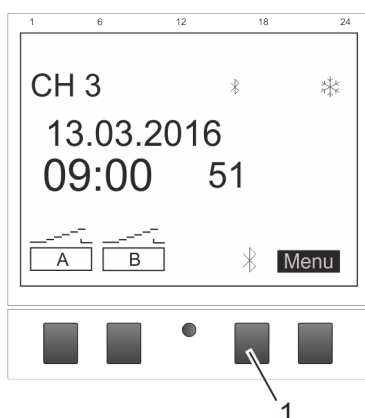

Abb. 8: Bluetooth-Verbindung an der Kanalerweiterung herstellen
2. Die Bluetooth-Taste (Abb. 8/1) an der Kanalerweiterung drücken.